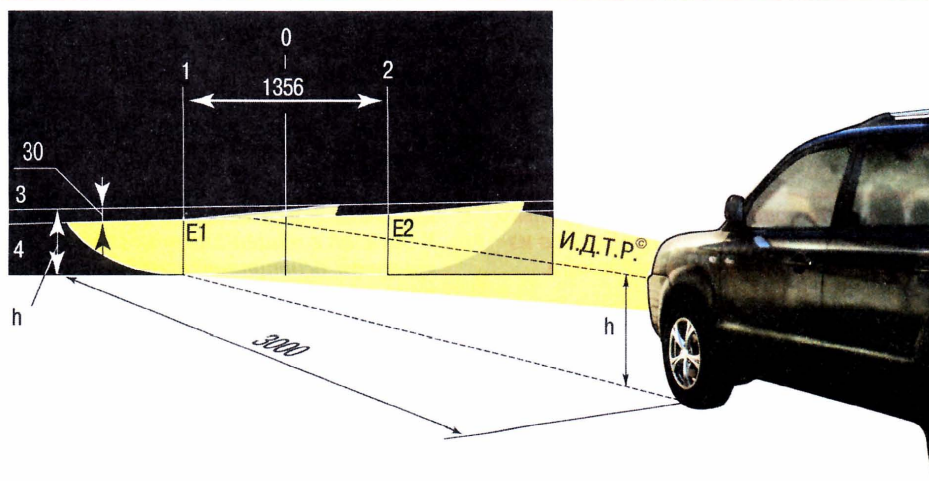

Рис. 4.7. Регулировка света фар
на расстоянии 3 м. Положите на сиденье водителя дополнительный груз массой 75 кг. Разметьте на стене экран, как показано на рис. 4.7. Продольная плоскость симметрии автомобиля должна проходить по линии 0 на экране. Качните автомобиль сбоку, чтобы самоустановились пружины подвесок.
9. Фары считаются отрегулированными, когда верхние границы левых частей световых пятен совпадают с линией 4 (см. рис. 4.7), а вертикальные линии 1 и 2 проходят через точки E1 и E2 пересечения горизонтальных и наклонных участков световых пятен.